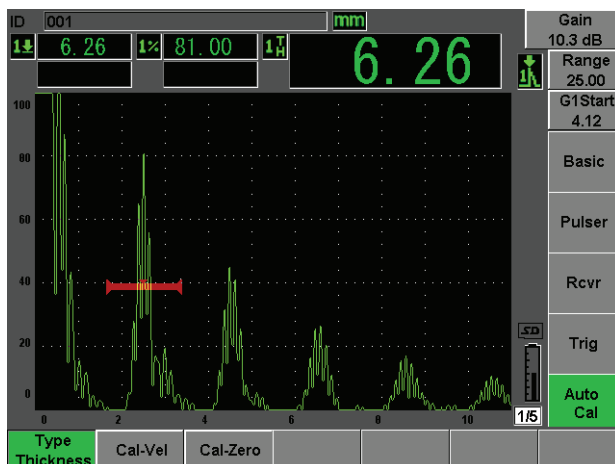

Рис. 2-13 Меню Auto Cal
4. Выберите меню **Auto Cal** (см. Рис. 2-13 на странице 43).